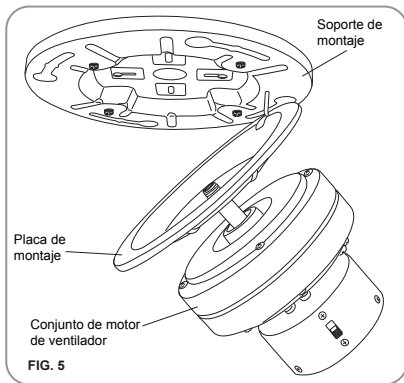

FIG. 5
Paso 2. Levante el ventilador en la posición por colgando la parte de la placa de montaje del conjunto de motor de ventilador encima del gancho desde el soporte de montaje de techo y le haga colgar libremente. (Fig 5)